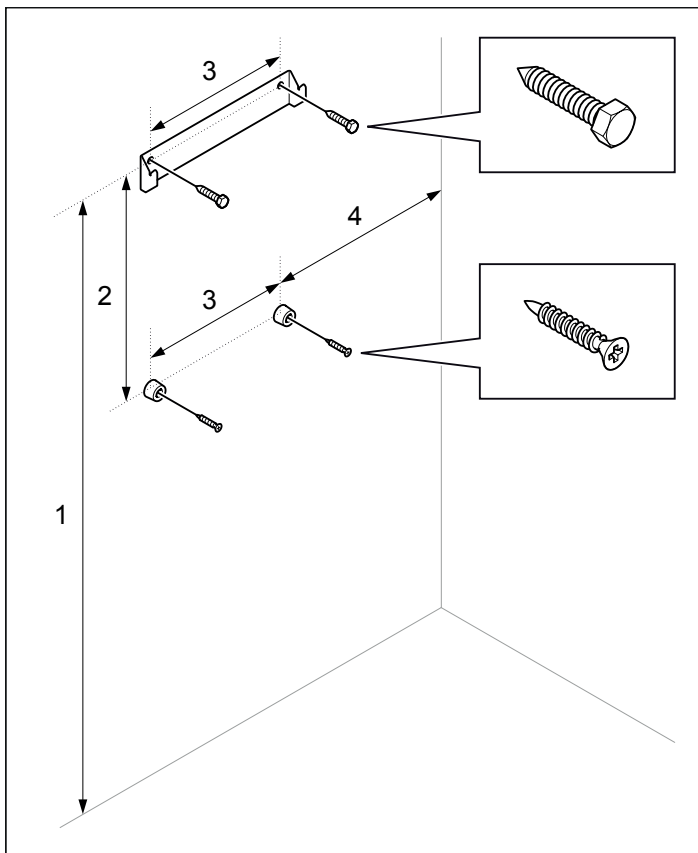

Fig 8: Konsol med skruvar och distanser
1. Montera konsolen och distanserna på väggen enligt måttsättning (se Fig 8).